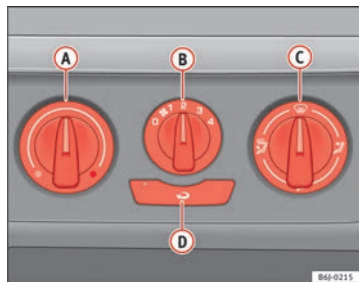

Fig. 99 Sulla plancia portastrumenti: i comandi del riscaldamento
- I comandi **A** e **C** e la manopola **B** ⇒ fig. 99 servono a regolare la temperatura, ad indirizzare il flusso d'aria e a selezionare il livello di potenza del ventilatore.